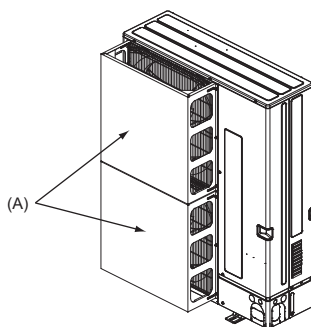
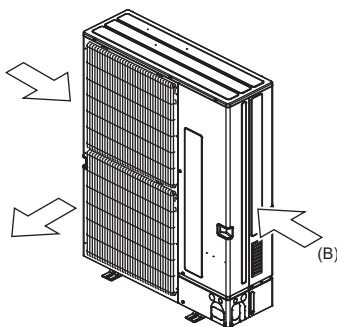

Fig. 2-4
Fig. 2-5
- (2) Si la unidad está situada en un lugar expuesto a vientos fuertes como huracanes que puedan entrar en la salida de aire, coloque una guía de protección de aire opcional. (Fig. 2-4)
- (A) Guía de protección de aire
- (3) Coloque la unidad de manera que la salida de aire sople en dirección perpendicular a la dirección estacional del viento, si la conoce. (Fig. 2-5)
- (B) Dirección del viento